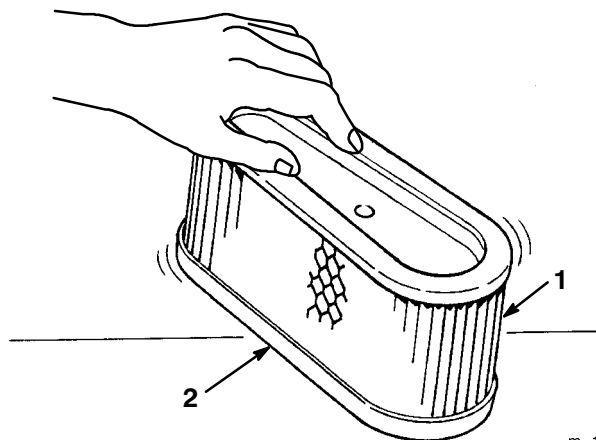

Figure 26
- A. Tapotez doucement l'élément sur une surface plane pour faire tomber la poussière et la saleté (Fig. 26).